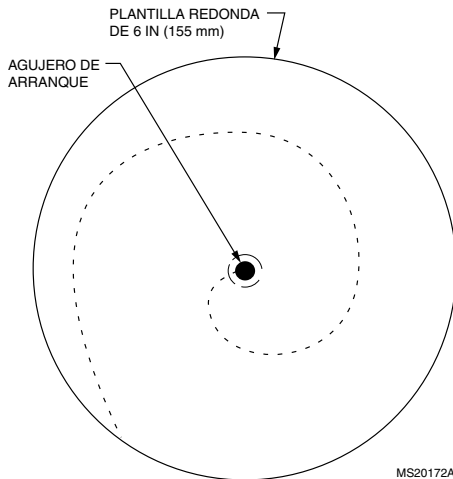

Fig. 6. Corte para la abertura del desviador.
10. Corte cuidadosamente la abertura para el extremo del collarín de arranque de 6 in (155 mm) del conducto flexible de 48 in (1.22 m). Consulte la Fig. 6. Utilice un taladro para iniciar el corte en la mitad del círculo. Corte en forma de espiral hacia afuera para permitir el control del corte.